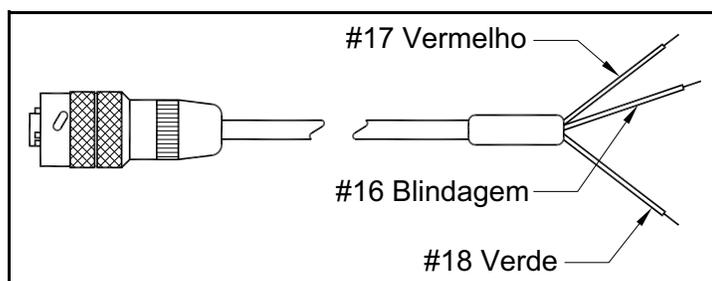
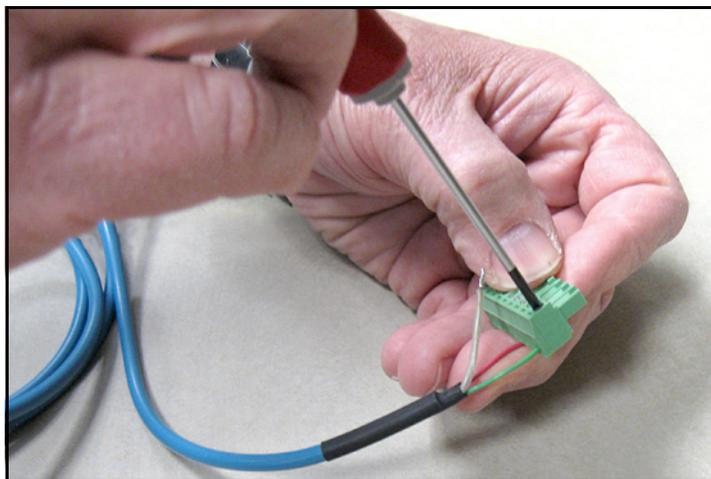

Рисунок 23: соединения кабеля зонда серии M
Рисунок 24: Выполнение соединений кабеля зонда с соединителем
3. Обратитесь к *Рисунок 23* ниже и *Рисунок 24* для подсоединения конца кабеля зонда с тремя жилами к штырькам 16, 17 и 18 нижней клеммной колодки.